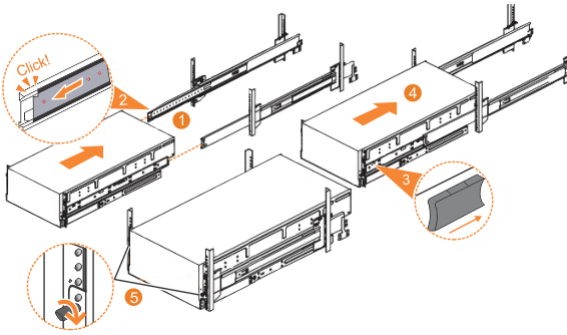

图 61. 更换机架中的 5U 机柜
1. 将左侧抽屉和右侧抽屉从机架中完全抽出，以将导轨锁定在扩展位置（第 54 页的图 61 中的 **1**）。
2. 确保滚珠轴承固定器咔嗒一声锁定到左侧抽屉和右侧抽屉前侧（第 54 页的图 61 中的 **2**）。
4. 找到机柜前部附近的左侧和右侧蓝色松开卡口。向前按压这两个松开卡口以解锁抽屉装置（第 54 页的图 61 中的 **3**）。
5. 将机柜稳固地推入机架中（第 54 页的图 61 中的 **4**）。
6. 拧紧用于固定的指旋螺钉（第 54 页的图 61 中的 **5**），以将机柜固定在机架中。